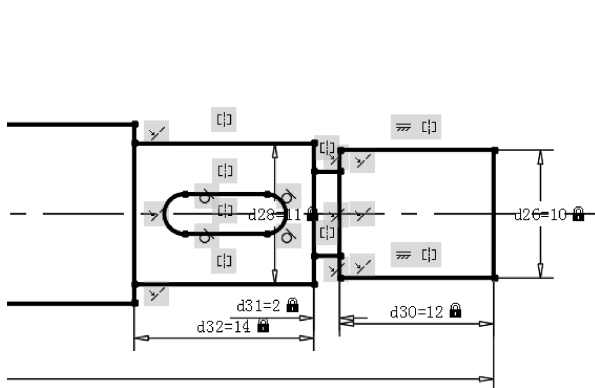
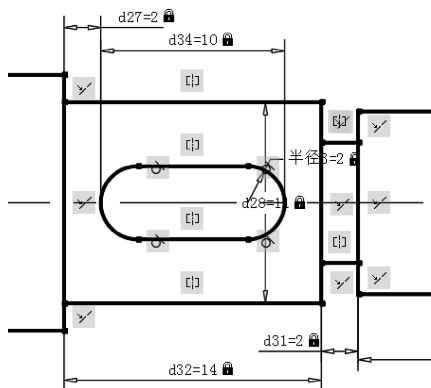

图4-94 添加键槽的几何约束
图4-95 添加键槽的尺寸约束
(3) 单击“参数化”选项卡“几何”面板中的“重合”按钮，分别添加直线端点与圆弧端点的重合约束关系。
(4) 单击“参数化”选项卡“几何”面板中的“对称”按钮，添加键槽上下两条水平直线相对于水平中心线的对称约束关系。
(5) 单击“参数化”选项卡“几何”面板中的“相切”按钮，添加直线与圆弧之间的相切约束关系，结果如图4-94所示。
(6) 单击“参数化”选项卡“标注”面板中的“线性”按钮，对键槽进行线性尺寸约束。
(7) 单击“参数化”选项卡“标注”面板中的“半径”按钮，更改半径尺寸为2，结果如图4-95所示。